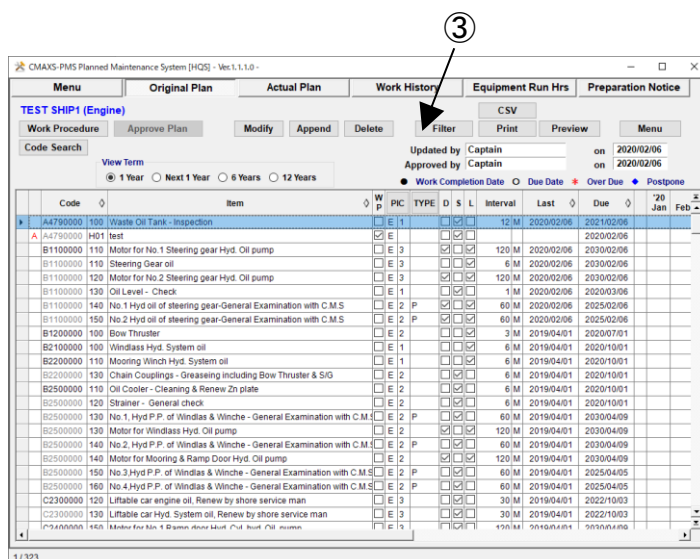

図 11-11 Original Plan 画面
- ① “Menu”の[Original Plan]タブを選択してください。
- ② “Original Plan 画面”(図 11-11)が表示されます。